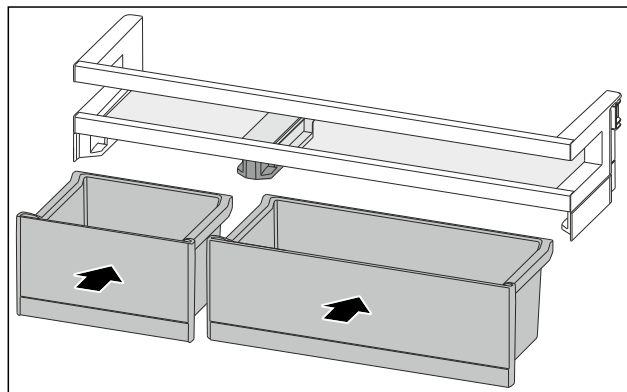

Fig. 172
- ▶ Inserire i VarioBox in posizione scambiata. (vedere Fig. 172)